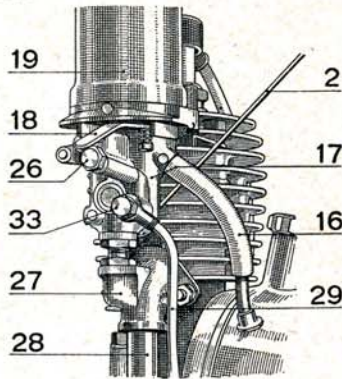

Fig. 12
**Manœuvres incorrectes.** — Cas très rare étant donnée la simplicité d'emploi du moteur. Toutefois, lors d'un départ, le moteur étant chaud, contrôlez si le volet d'air du carburateur n'est pas fermé (18) fig. 12.
**Alimentation défectueuse** (Fig. 12). — Vérifiez la quantité d'essence contenue dans le réservoir. Débranchez le tuyau de retour (16) du trop-plein du carburateur, décompressez afin de pouvoir faire tourner facilement le moteur en poussant la bicyclette à la main, et assurez-vous que l'essence coule par la canalisation débranchée. S'il n'en est pas ainsi, nettoyez l'arrivée d'essence (33) du carburateur et les filtres de la pompe (voir page 12). En même temps, assurez-vous que le joint d'étanchéité du couvercle de la pompe n'est pas détérioré et que les raccords des canalisations d'arrivée et de départ de la pompe sont bien serrés. Si le joint d'étanchéité du couvercle de pompe est en mauvais état ou si les raccords sont mal serrés, la pompe à essence ne fonctionne plus et l'essence s'émulsionne ou n'arrive pas. Si ces vérifications ne donnent pas de résultat, s'adresser à une **Station-Service VéloSoleX** qui recherchera la cause de l'alimentation déficiente.
**Gicleur bouché** (Fig. 12). — Si l'essence coule par la canalisation débranchée (16), et que le moteur refuse de partir, il est possible que le gicleur (26) soit bouché. Le démonter et le nettoyer à l'aide de la pompe à pneu et du raccord spécial. (Voir fig. 9, page 12).